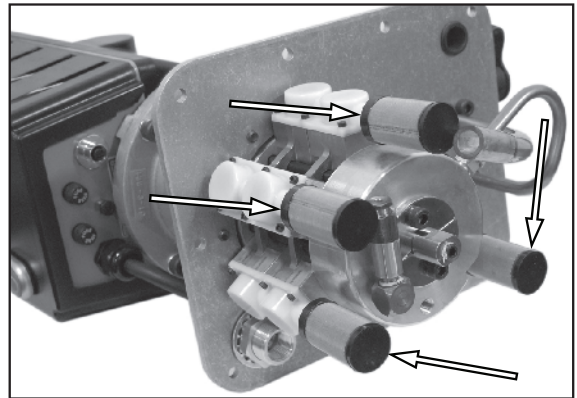

Abbildung 6.
12. Siehe Abbildung 6. Ersetzen Sie die Einlassansaugfilter. (Menge 4)